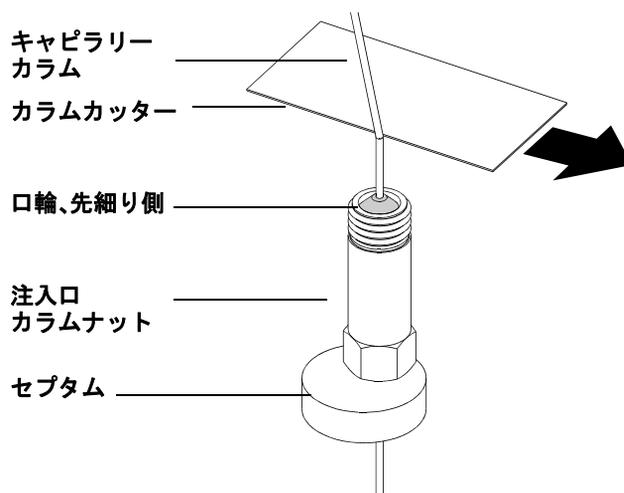

図 2 キャピラリーカラムの取り付け準備
- 1 セプタム、カラムナットおよび調整された口輪をカラムの自由端にはめ込みます (図 2)。口輪の先細った端をカラムナットから離れた方に向けてはめ込みます。